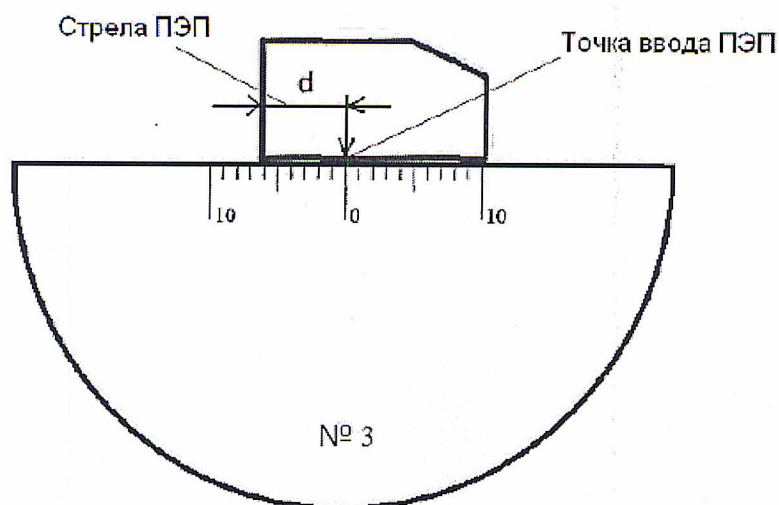

Рисунок 14.3 Определение точки ввода преобразователя
- метка «0» на образце контрольного образца № 3, перенесенная на боковую поверхность преобразователя, указывает на точку ввода преобразователя (рисунок 14.3).